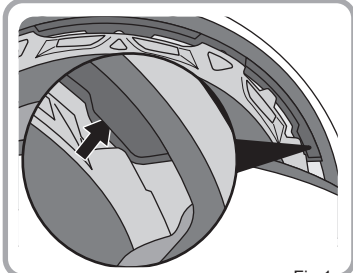

Fig.1
1. Plaats de tussenvoering ter hoogte van de slapen (Fig. 1).